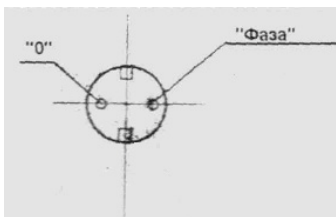

рис. 2
- 5.5 Розетка для включения устройства в сеть должна быть установлена на рабочем месте и подключена к сети в соответствии с рис. 2.